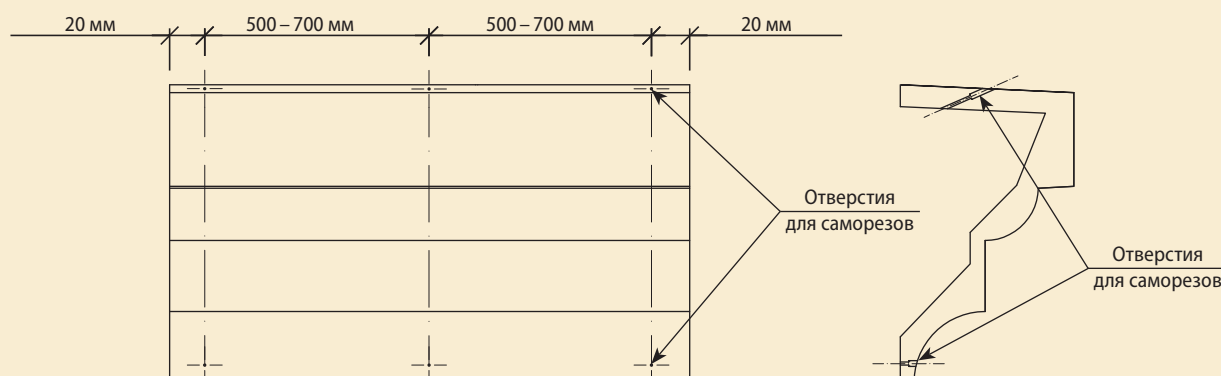

Рис. 1.2
1.2. Разметьте и просверлите отверстия, либо только наметьте отверстия в молдингах с шагом 500 – 700 мм для крепления дюбель-гвоздями, при этом первое и последнее отверстие на изделии должно располагаться на расстоянии 20 мм от краёв. С внешней стороны изделия эти отверстия должны быть раззенкованы под размер головки самореза (*рис. 1.2*).